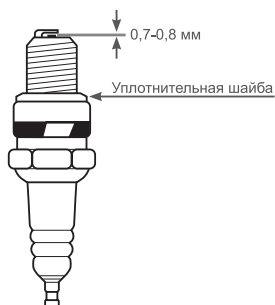

Рис.18 Обслуживание свечи зажигания
- Зазор должен быть 0,7-0,8 мм (Рис. 18). При увеличении или уменьшении требуемого зазора, рекомендуется заменить свечу, так как регулировка зазора может привести к изменению качества искрообразования.